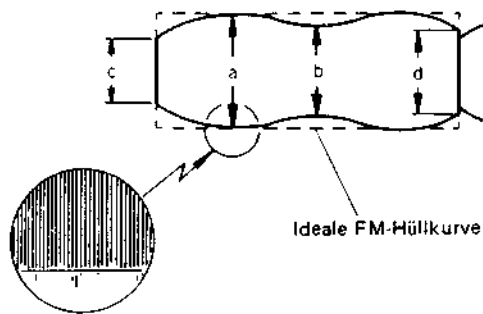

Abb. 2-4-9 FM-Hüllkurvenform (max. Amplitude)
- 1) Die Abgleichcassette MH-2 (Grautreppensignal) abspielen. Sicherstellen, daß die Form der FM-Hüllkurve dem Wiedergabesignal der Abgleichcassette entspricht (siehe Abb. 2-4-9).